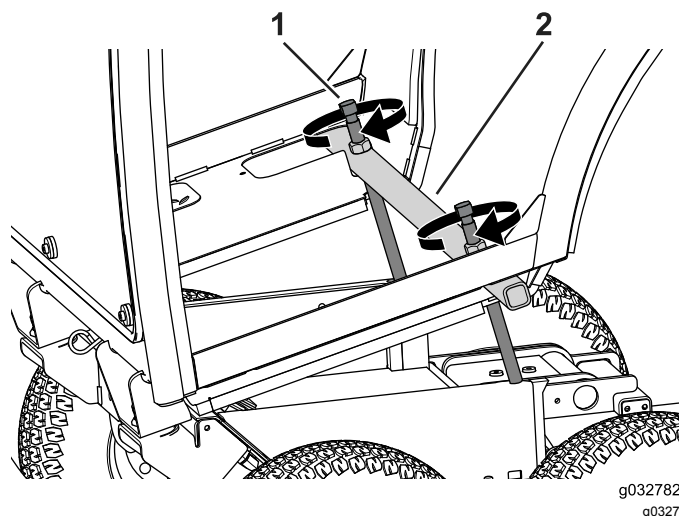

Figura 67
2. Coloque la barra de elevación a través del bastidor de la cabina (Figura 67).
3. Gire los tornillos de elevación de forma alternativa, unas pocas vueltas a la vez, hasta que la cabina pivote hacia adelante (Figura 67).